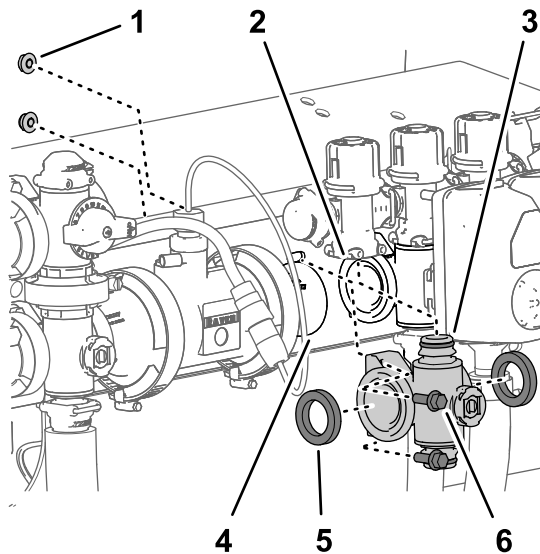
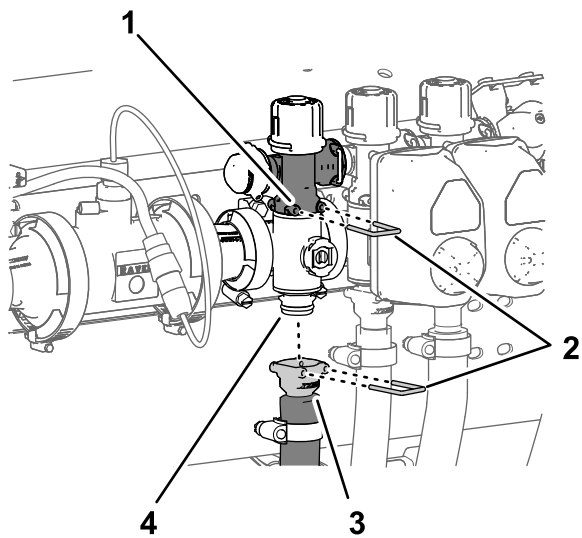

图 117
图 118
1. 将在 拆下喷洒臂段歧管阀 (页码 63) 中卸下的 2 个垫片与喷洒臂段阀歧管的法兰对齐图 117。
2. 将喷洒臂段阀歧管的法兰放在其他喷洒臂段阀和/或耦合适配器的法兰之间图 117。
3. 用快速连接销将喷洒臂段歧管的快速连接接头安装到喷洒臂段旁通阀的快速断开槽内图 117 和图 118。
5. 对于左或右喷洒臂段阀歧管使用在 拆下喷洒臂段歧管阀 \(页码 63\) 中卸下的 2 个凸缘头螺栓  $\frac{1}{4} \times \frac{3}{4}$  英寸和凸缘锁紧螺母  $\frac{1}{4}$  英寸将喷洒臂段阀歧管安装到阀支架上 图 117。
8. 用快速连接销将喷洒臂段软管的快速连接耦合器安装到喷洒臂段阀歧管的快速连接接头上 图 118。